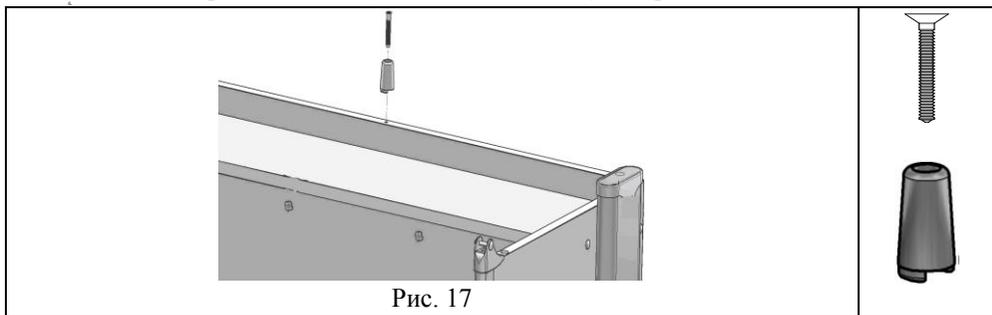

Рис. 17
5.4.3. К сборке по п. 5.4.2 прикрутить упор (поз., пакет № 162) с помощью винта самонарезающегося (поз. 7, пакет № 162), см. рис. 17.